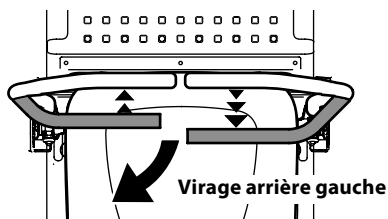

Figure 26
1. Pour faire demi-tour en marche arrière, déplacez le levier de contrôle droit en avant du levier de contrôle gauche (Figure 26).